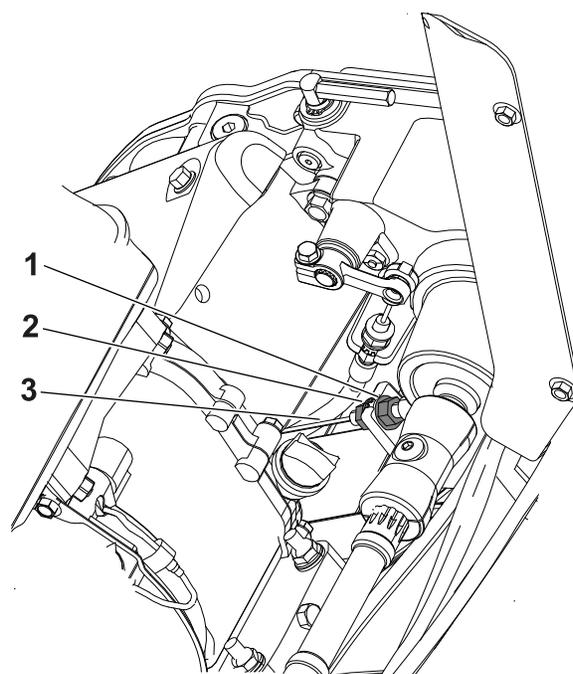

Figura 36
2. Afloje la tuerca autoblocante trasera y apriete la tuerca autoblocante delantera (Figura 36).